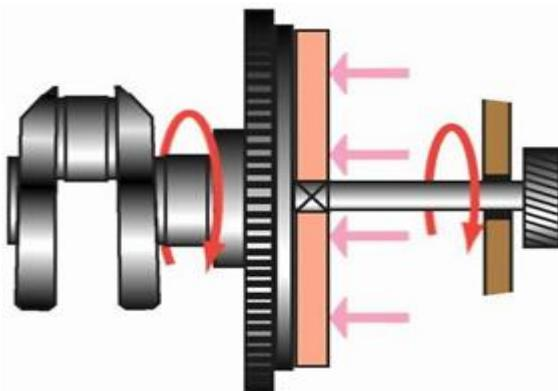

Рисунок 8.14 - Сцепление включено
коробки передач и другие составляющие трансмиссии) к вращающемуся маховику, то есть включить сцепление (рисунок 8.14). И это сложная задача, так как угловая скорость вращения маховика составляет 20–25 оборотов в секунду, а скорость вращения ведущих колес – ноль.
- Рисунок 8.14 - Схема трехвальной механической коробки передач